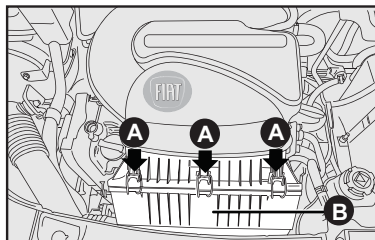

fig. 9
### SUBSTITUIÇÃO - fig. 9 e 10
- Soltar os grampos **A-fig. 9** e retirar a tampa **B-fig. 9** pelo lado esquerdo;